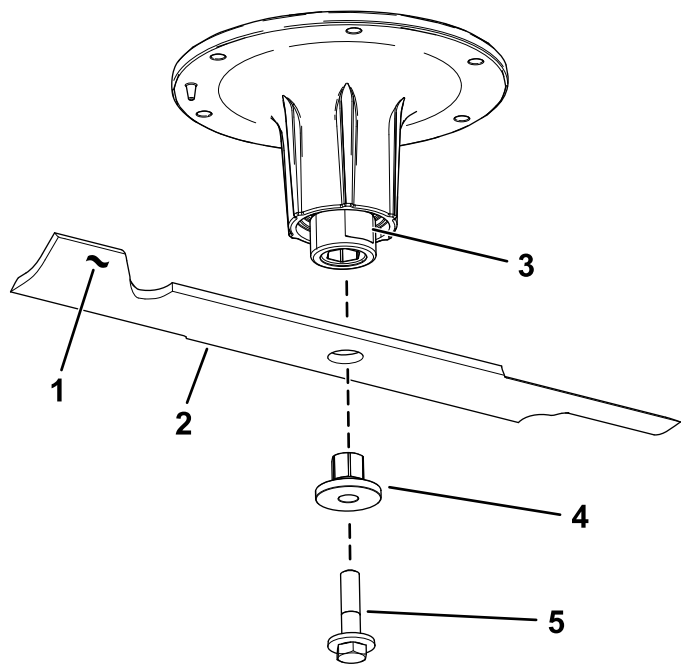

Figura 74
2. Îndepărtați urubul lamei, bucați lama de pe arborele axului (Figura 74).